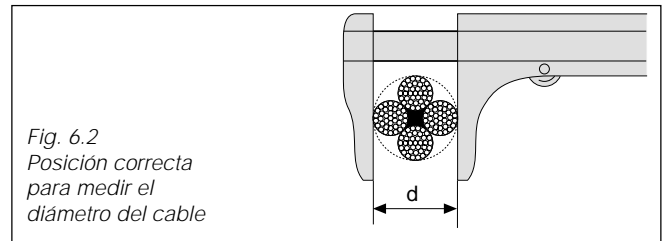

Fig. 6.2
- reducción del diámetro del cable. Valor mínimo = 7,5 mm. Medir como se indica en Fig. 6.2.